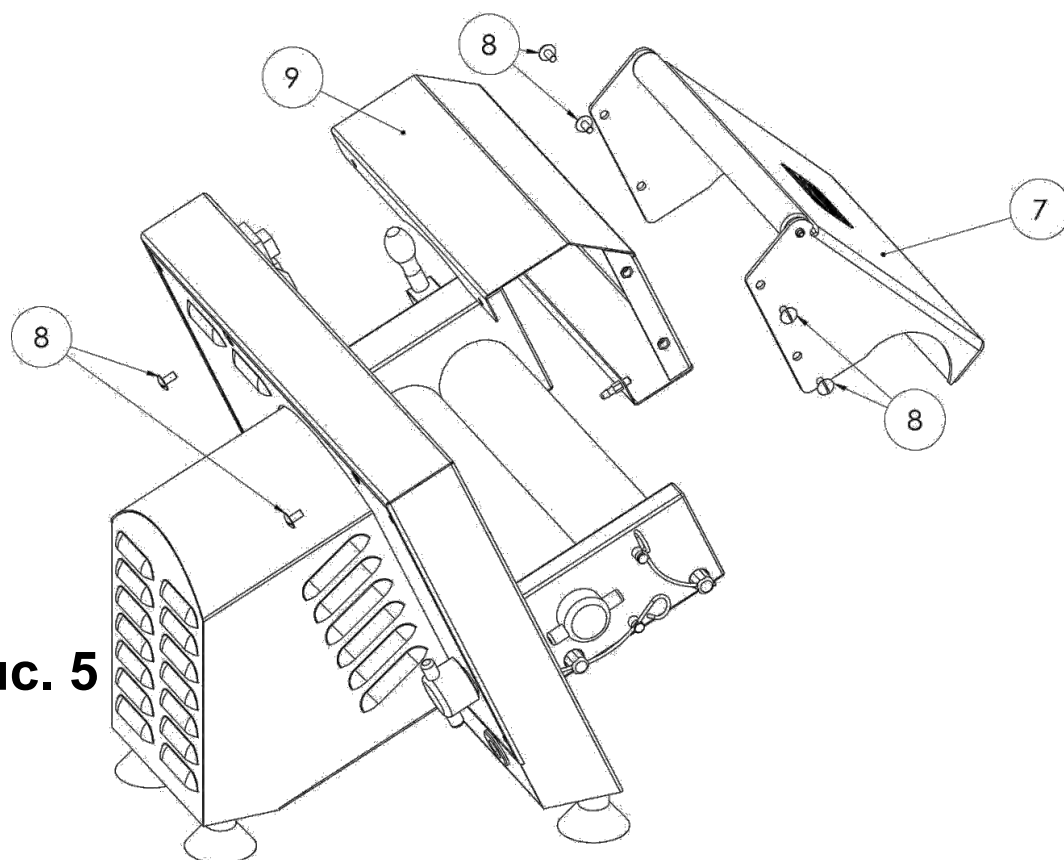

Рис. 5
16) Открутить винты (8) защиты валков (7) и желоба (9), как показано на рис. 5. Защиту валков (7) следует промыть теплой проточной водой и высушить с помощью хлопчатобумажной ткани или бумажного полотенца. После этого защиту ВСЕГДА следует вновь установить на место и тщательно затянуть винты.